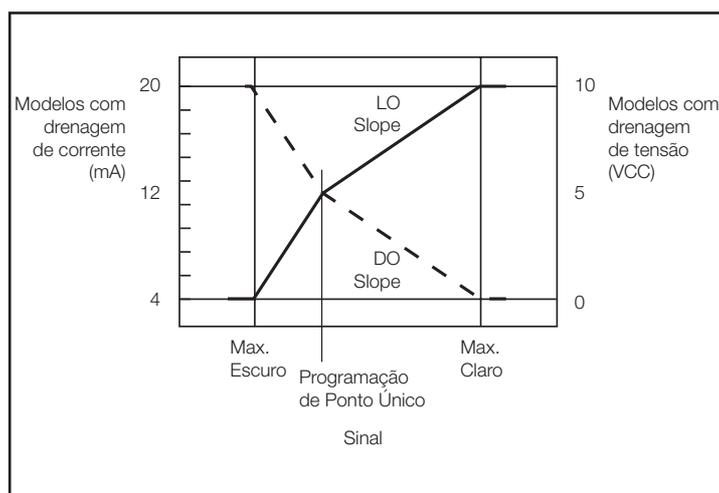

Figura 2. Saída analógica como uma função de posição alvo – programação de ponto único
- *Programando (estaticamente ou dinamicamente) dois pontos de ajuste:* O sensor ajusta a primeira condição de programação para o nível de saída mais alto (20 mA ou 10 V), e a segunda condição de programação para o nível mais baixo (4 mA ou 0V), e gradua entre estes dois pontos. Se a primeira condição programada tiver mais retorno de luz, o sensor estará no modo Light Operate (LO). Se a primeira condição programada for mais escura, o sensor estará no modo Dark Operate (DO). Para mudar o “slope” da saída analógica (veja Figura 2), alterne LO/DO no Setup.
- *Programação (estática) de ponto único:* O sensor ajusta a condição programada para o ponto médio de seu alcance(12 mA ou 5 V, dependendo do modelo). Para o modo Light Operate (LO), o sensor automaticamente gradua para cima até 20 mA (ou 10 V) para a condição máxima de luz (o sinal máximo possível recebido) e para baixo até 4 mA (ou 0 V) para condição escura máxima (sem sinal), e vice-versa para modo Dark Operate (DO). Para mudar o “slope” da saída analógica (veja Figura 2), alterne LO/DO no Setup.